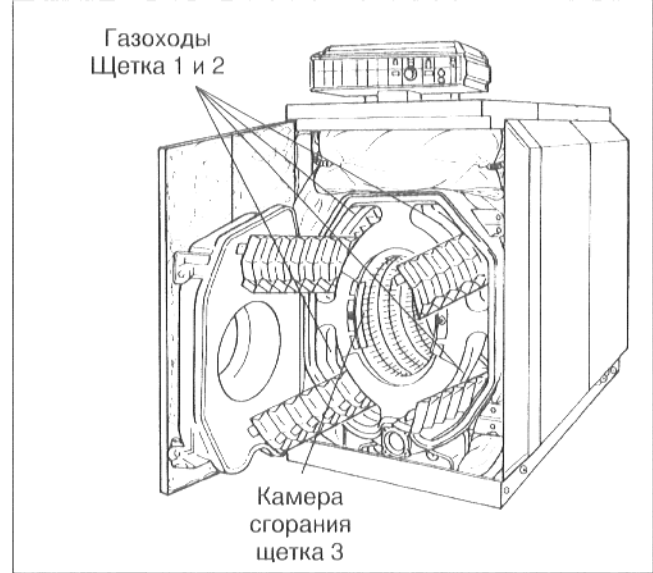

Рис. 57
- Щеткой нр. 1 и нр 2 производится очистка газоходов, очистку следует начинать спереди (рис. 57).
- Щеткой нр. 3 производится очистка задней стенки камеры сгорания (рис. 57).
- Очистка остальной части камеры сгорания производится щеткой нр. 2 (рис. 57).